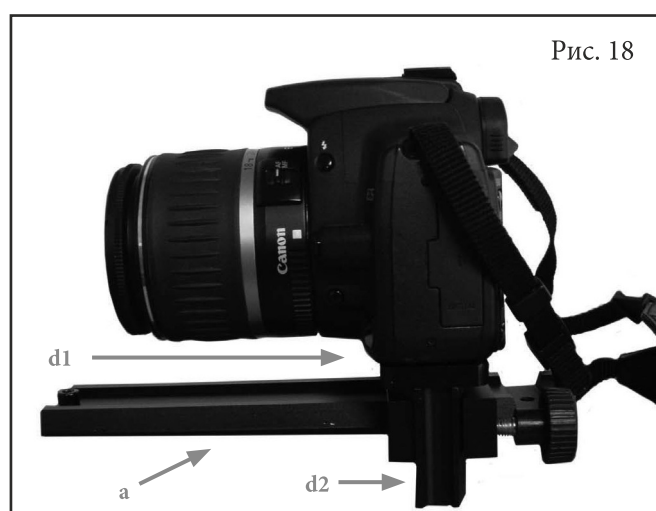

Рис. 18
- Установите пластину «ласточкин хвост» (a) в площадку для портретной съемки (d), и закрепите с помощью винта-фиксатора (рис. 18 и рис. 19).